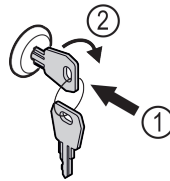

Fig. 164
- ▶ Dugja be a kulcsot. Fig. 164 (1)
- ▶ Forgassa el a kulcsot 90°-kal az óramutató járásával megegyező irányba. Fig. 164 (2)